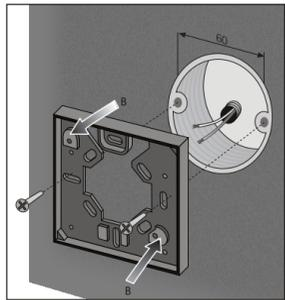

fig.7 - εικ.7
- A) En cas d'installation sur une boîte encastrée diamètre 60 mm, sur une surface qui n'est pas parfaitement plane ou pour d'autres cas particuliers, utiliser l'accessoire "socle adaptateur" (voir le paragraphe accessoire en option). La fixation du socle adaptateur sur le mur s'effectue à l'aide de 2 vis. Il est important de laisser libre les trous B-B, qui sont prévus pour la fixation du thermostat sur le socle adaptateur. (fig.7)
- A) Bei einer Installation auf einem runden Gehäuse mit einem Achsabstand von 60mm, auf nicht vollständig ebenen Flächen oder in anderen Sonderfälle, den Untersatz verwenden (siehe Kapitel "Zubehör auf Anfrage"). Dieses mittels ein paar Bohrungen außer B-B befestigen, die für das Thermostat vorgesehen sind. (Abb.7)
- A) Bij installatie op ronde behuizing, interaxis 60mm, op niet perfect gladde oppervlaktes of in andere bijzondere gevallen, gebruik het accessoire onderstel (zie hoofdstuk "Accessoires op aanvraag"). Bevestig met twee gaatjes, m.u.v. B-B die in de thermostaat aanwezig zijn. (fig.7)